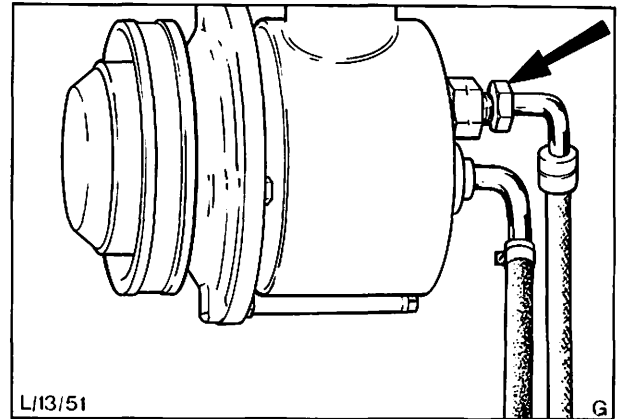

Abb. 53 Druckleitung wieder anschließen
10. Drucktestgerät entfernen und Druckleitung wieder vorschriftsmäßig anschließen, Abb. 53. Anschlüsse mit vorgeschriebenem Drehmoment festziehen.